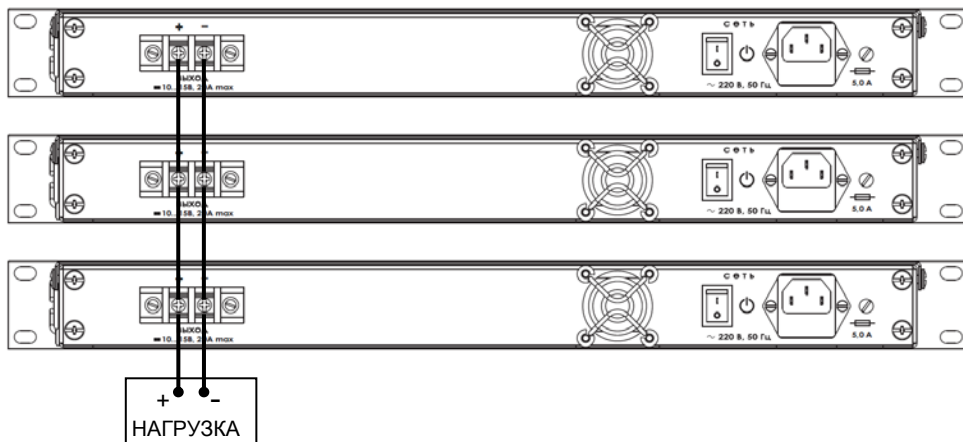
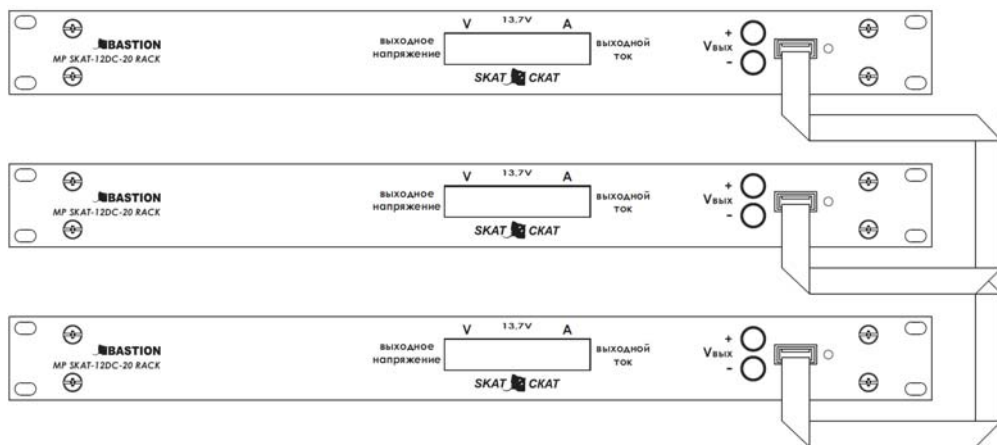

Рисунок 3 – схема объединения модулей по выходу и подключение нагрузки
Рисунок 4 - соединение модулей по каналу связи RS-485
**Модуль отличается** наличием канала связи с другими модулями питания данной модели для управления выходным напряжением (передача данных в стандарте RS485) и может быть встроен в систему электропитания с высокими токами потребления (см. рисунок 3).
Для реализации схемы резервирования N+1 необходимо выходы нескольких модулей (не более 3шт.) объединить по параллельной схеме (см. рисунок 3). Модули могут быть связаны между собой по каналу связи RS-485 через разъемы (2) с помощью шлейфа связи (входит в комплект поставки, см. рисунок 4). Регулировка напряжения на нагрузке в этом случае может производиться кнопками «+» (3) и «-» (4) любого из связанных между собой модулей.
- при необходимости построения системы резервирования по схеме N+1, следует объединить выходы модулей (см. рисунок 3) и соединить модули шлейфом связи (см. рисунок 4), **нагрузку не подключать**;
- подключить сетевой шнур кабеля (входит в комплект поставки) к разъему (6).